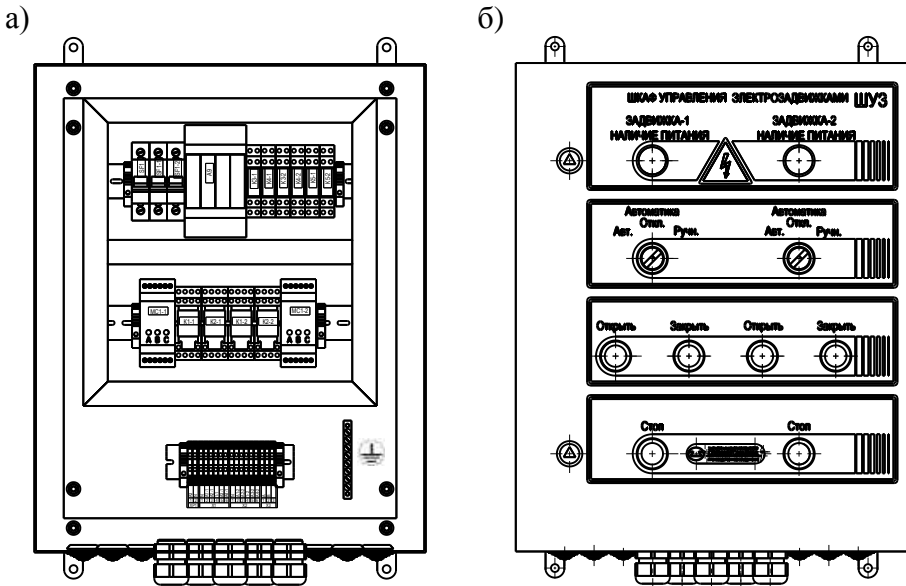

Рисунок 1 – Шкаф управления электрозадвижками
5.1 Корпус шкафа, выполненный из стали, имеет коробчатую форму. К корпусу с помощью петли крепится крышка. Элементы управления, размещённые внутри корпуса, установлены на DIN-рейках (рис.Рисунок 1а). На крышке шкафа расположены органы управления и индикации (рис.Рисунок 1б). Конструкция шкафа предусматривает его одностороннее обслуживание. Дверь шкафа снабжена замком, открываемым специальным ключом, входящим в комплект поставки.